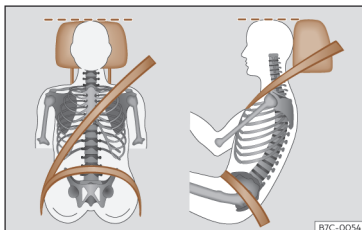

Fig. 37 Faixa do cinto de segurança e encosto de cabeça corretamente regulados.
- Ajuste o encosto de cabeça de modo a que o rebordo superior do encosto fique, na medida do possível, à altura da parte superior da cabeça, e nunca abaixo dos olhos¹⁾. Mantenha a nuca o mais próximo possível do encosto de cabeça >>> **Fig. 37**.
- Ajuste longitudinalmente o banco, de modo a poder carregar a fundo nos pedais com os joelhos ligeiramente fletidos e a ficar uma distância entre a zona dos joelhos e o painel de instrumentos de pelo menos 10 cm (4 polegadas) >>> **Fig. 37**.